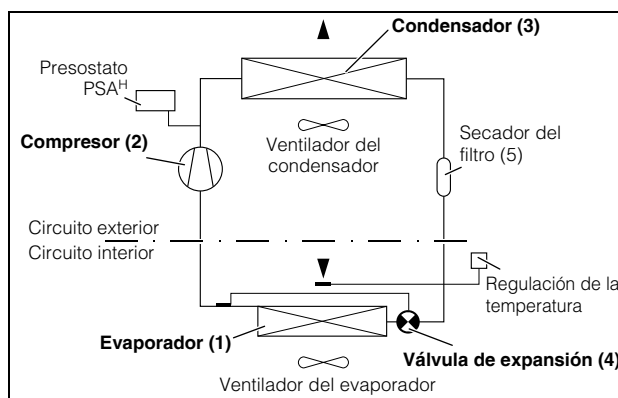

Imagen 2: Circuito de refrigeración
El refrigerador (instalación frigorífica de compresión) consta de cuatro componentes básicos (ver imagen 2): Evaporador (1), compresor del medio refrigerante (2), condensador (3), así como válvula de regulación o de expansión (4), unidos entre si por medio de tuberías.